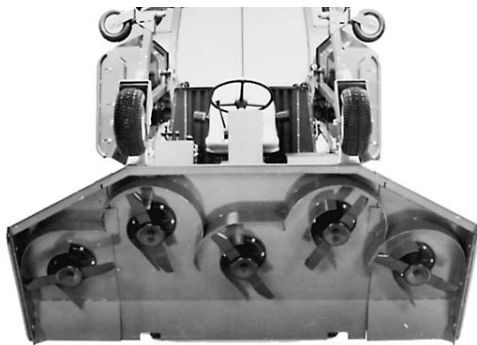

Bild 60
Hinweis: Obwohl das im normalen Einsatz nicht erforderlich ist, lässt sich das vordere Mähwerk zur Wartung in ganz hochklappen (Bild 60). So klappen Sie das Mähwerk hoch:
6. Sie sollten das Mähwerk immer zu zweit hochklappen. Fassen Sie die Vorderseite des Mähwerks an und heben es in eine hochgeklappte Stellung an (Bild 60).